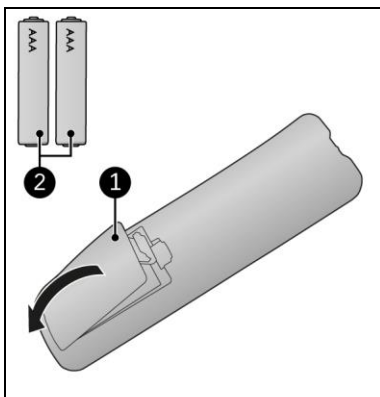

Figura 14
1. Scoateți capacul (Figura 14, poziția 1).
3. Introduceți două baterii (AAA 1,5 V) (Figura 14, poz. 2) în compartimentul pentru baterii, conform indicațiilor. Asigurați-vă că introduceți bateriile în mod corect.